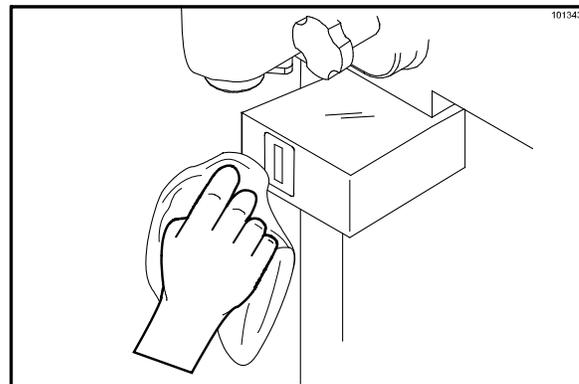

図61
19. きれいな湿った消毒タオルを使用し、ポーショントロールセンサーを丁寧に拭いてミックスの残留物を落とします。センサーシールドに損傷がある場合には交換します(図61を参照)。